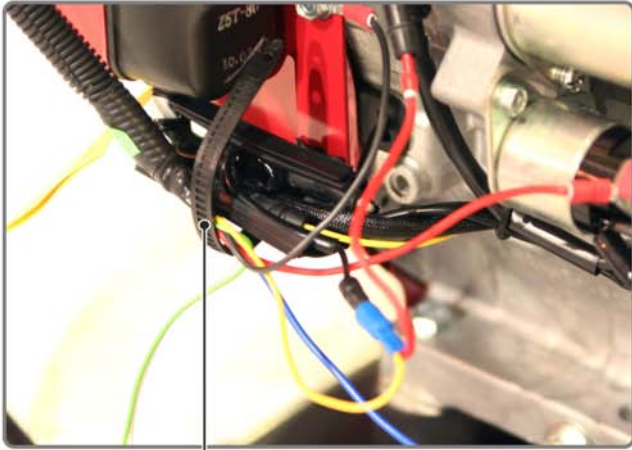

Рисунок 27
- Аккуратно уложите длинные остатки проводов в защитную муфту (рисунок 28 поз. 1) и закрепите их штатным хомутом (рисунок 27 поз.1).